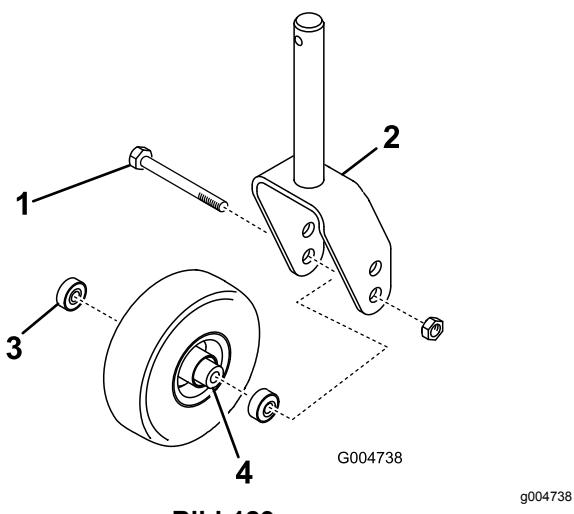

Bild 129
1. Entfernen Sie die Sicherungsmutter von der Schraube, mit der das Laufrad zwischen der Laufradgabel oder am Laufradgelenkarm (Bild 129) befestigt ist.
2. Halten Sie das Laufrad fest und schieben die Schraube aus der Gabel oder vom Gelenkkarm ab (Bild 129).
3. Entfernen Sie das Lager aus der Radnabe und lassen das Lagerdistanzstück herausfallen (Bild 129).
4. Entfernen Sie das Lager aus der gegenüberliegenden Seite der Radnabe (Bild 129).